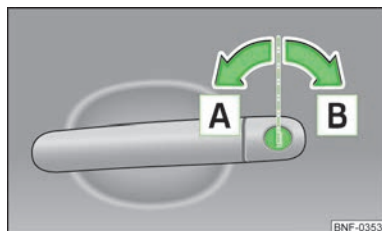

Fig. 11
- Girar la llave en el bombín de cierre de la puerta del conductor en dirección de marcha (posición de desbloqueo) **A** » fig. 11.
- Girar la llave en el bombín de cierre de la puerta del conductor en dirección contraria a la marcha (posición de bloqueo) **B** » fig. 11 de la página 22.